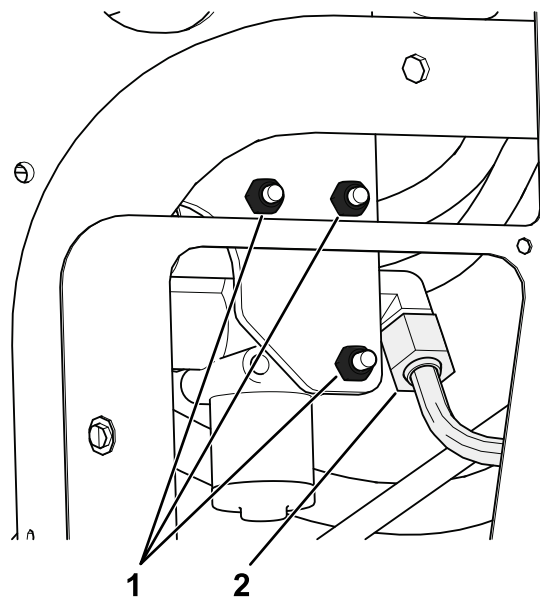

Figura 5
- A. Rimuovete i 3 bulloni e i dadi che fissano la valvola di sollevamento esistente al telaio, e separatela dal telaio per consentire la rimozione del raccordo a T (340-94) come illustrato nella Figura 5.